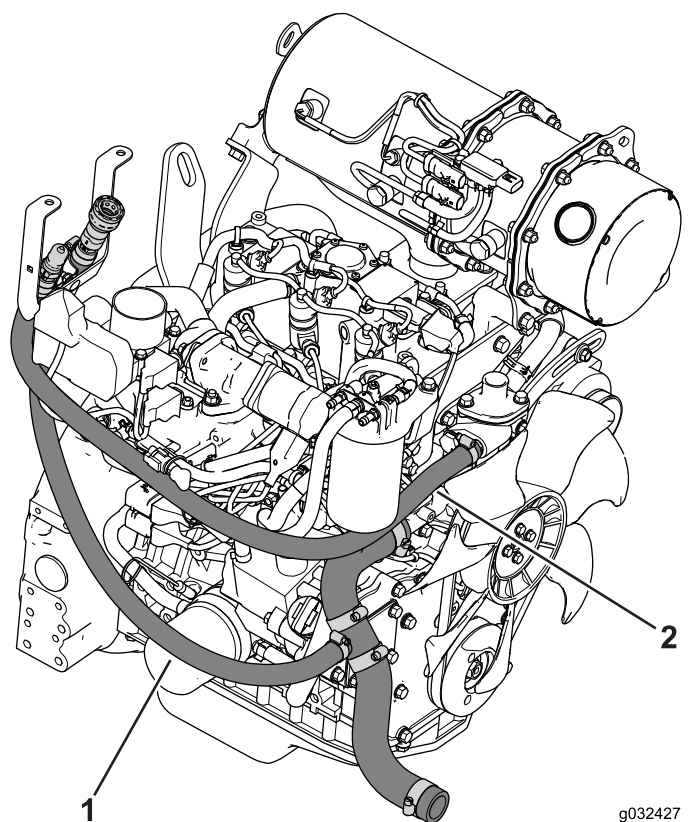

Figura 26
1. Encaminhe o tubo de alimentação como se mostra na Figura 26.